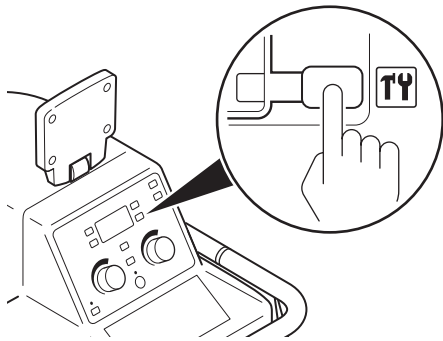

Abbildung 4 – Auf Systemsetup zugreifen
3. Auf dem Bedienfeld die Drucktaste solange gedrückt halten, bis der Bildschirm SYSTEMSETUP angezeigt wird (Abbildung 4).